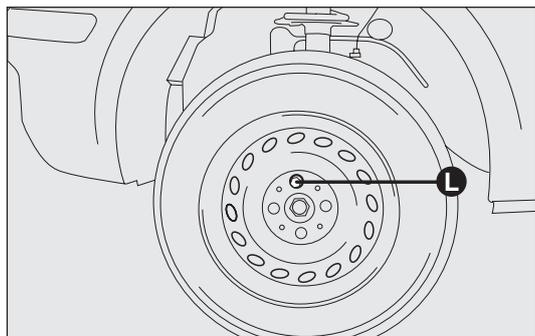

fig. 148
- ❑ pour les versions équipées d'enjoliveur, déposer le carter de la roue après avoir dévissé les 3 boulons le fixant et enfin dévisser le quatrième boulon L-fig. 148 et extraire la roue ;